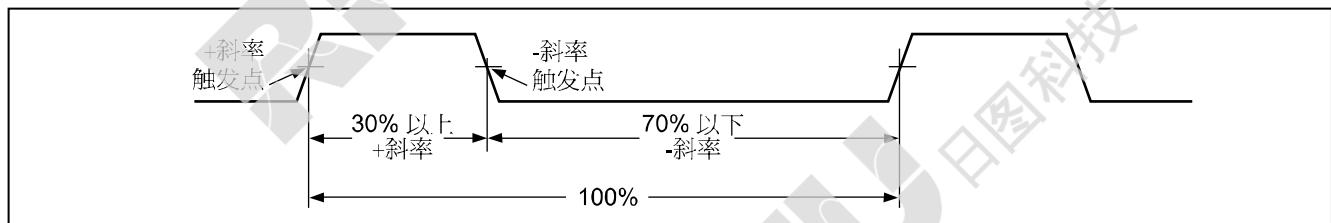

图 9. 占空系数测量的组成
要测量频率，将仪表与信号源连接，然后按 **[Hz %]**。按 **[■]** 可以在显示器左侧显示的符号（+ 和 -）之间切换，以切换触发斜率（请参阅“测量占空比”一节中的图 9）。按 **[AutoHOLD]** 可以停止或启动计数器。
占空比（或占空系数）是在一个周期内信号在触发电平以上或以下的时间百分比（图 9）。占空比模式的最佳应用是测量逻辑和交换信号的通断时间。电子燃料喷射系统和交换电源等系统都是用不同宽度的脉冲控制，因此可通过测量占空比来检查其功能。
2. 再次按 **[Hz %]** 测量信号的占空系数。按 **[WFM]** 来选择测量信号的正或负脉冲，请参阅图 9